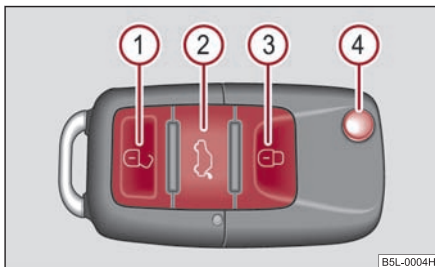

Fig. 41 Cheia cu telecomandă
- Apăsați tasta ② cca. 1 sec. ⇒ fig. 41.